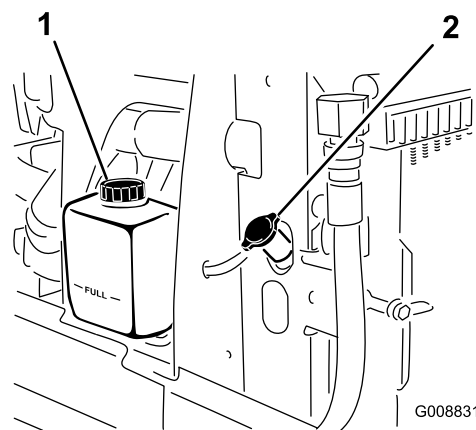

Bild 78
1. Schrauben Sie den Kühlerdeckel und den Deckel vom Ausdehnungsgefäß vorsichtig ab (Bild 78).